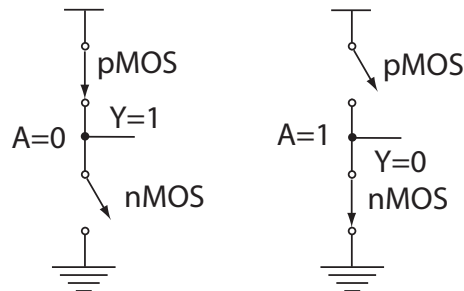

Fig. 2. Statisk effektforbruk i en CMOS inverter. (FIG4.26)
En komplementær eller statisk inverter er vist i Fig. 2. Når inngangen er 0 vil pMOS transistoren være PÅ og nMOS transistorene være AV, og utgangen vil være høy (1). Når inngangen er 1 vil pMOS transistoren være AV og nMOS transistoren være PÅ, og dermed vil utgangen være lav. Dette er stabile tistander for en CMOS port og ideelt vil det da ikke gå strøm mellom V_{DD} og GND . En transistor som er skrudd AV vil likevel levere noe strøm som er gitt av modellen for transistorstrøm i svak inversjon med $V_{gs} = 0$: